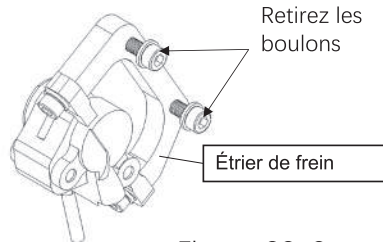

Figure 38-2.
b. Utilisez une clé Allen de 5 mm (ou une clé T25) pour retirer les deux boulons prémontés sur l'étrier de frein, comme indiqué à la Figure 38-2.